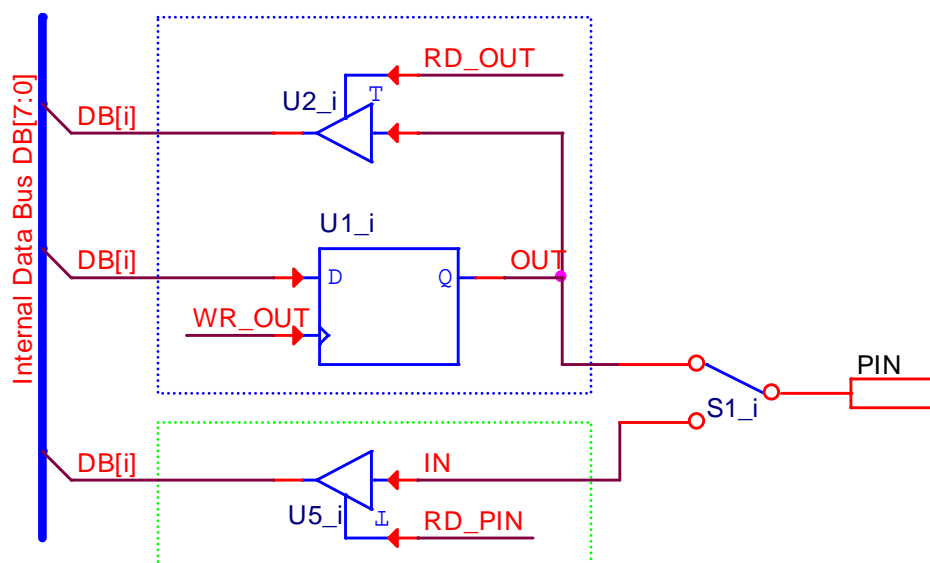

figura 3
La pinul PIN al microcontrolerului se poate conecta fie o ieşire, fie o intrare. Ieşirea este un bit dintr-un port de tip buffer şi este implementat cu o pereche bistabil-driver 3-state. Portul buffer este prezentat în prelegerea 2- fig. 1 (mai puţin LED-ul). Implementarea ieşirii este încercuită de un dreptunghi albastru din figura 3. Referinţa bistabilului este U1_i iar cea a driverului 3-state este U2_i.
Intrarea este un bit dintr-un port de intrare implementat prin driver-ul 3-stare cu referinţa U5_i şi este încercuit de dreptunghiul verde din figura 3. Portul de intrare este prezentat în prelegere 2-fig. 2, partea dreaptă.
În continuare vom rafina decizia privitoare la numărul de porturi de intrare și de ieșire. La ATmega16 există 32 de structuri ca cea din figura 3 grupate în 4 grupuri de 8. Pentru o mai mare flexibilitate fiecare comutator este comandat individual în loc de o comandă per grup de 8. O singură comandă per grup de 8 pini duce la doar 16 configurații posibile: toate cele 4 grupe sunt porturi de ieșire (OOOO), 3 porturi de ieșire și un port de intrare (OOOI), OOIO, OOII, ..., IIII. O singură comandă per grup de 8 face imposibilă o configurație cu 20 de ieșiri și 12 intrări. Configurarea individuală a fiecărui pin face posibilă orice configurație de tip n ieșiri și $32-n$ intrări ($n=1..32$).
- **$PORTXi$** este un bit dintr-un port procesor de tip buffer, așa cum s-a discutat anterior. $PORTXi$ este semnalul OUT din figura 3.
- **$PINXi$** este un bit dintr-un port procesor de intrare. $PINXi$ este semnalul IN din figura 3. În structura portului de intrare remarcăm un bloc care nu apare anterior, și anume blocul de sincronizare. Acest bloc are rolul de a reduce probabilitatea de apariție a fenomenului de **metastabilitate**. Metastabilitatea a fost discutată la curs. Ceea ce trebuie reținut este efectul secundar al blocului de sincronizare și anume **o întârziere două pulsuri de ceas** a semnalului aplicat pe pinul PXi . Mai precis, citirea pinului PXi nu generează valoarea curentă a semnalului aplicat pe acest pin, ci valoarea care era pe acest pin acum două pulsuri de ceas.